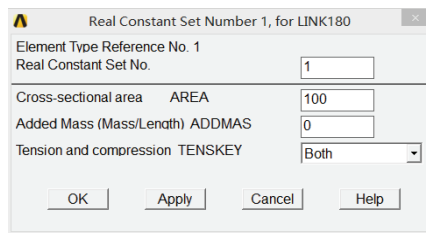

图 5-104 LINK180 单元实常数设置对话框
3) 选择 Main Menu | Preprocessor | Real Constants | Add/Edit/Delete 命令, 出现 Real Constants 对话框, 单击 Add 按钮, 出现 Element Type for Real Constants 对话框, 选择 Type 1 LINK180, 单击 OK 按钮, 出 Real Constant Set Number 1, for LINK180 对话框, 参照图 5-104 对其进行设置, 单击 OK 按钮关闭该对话框。